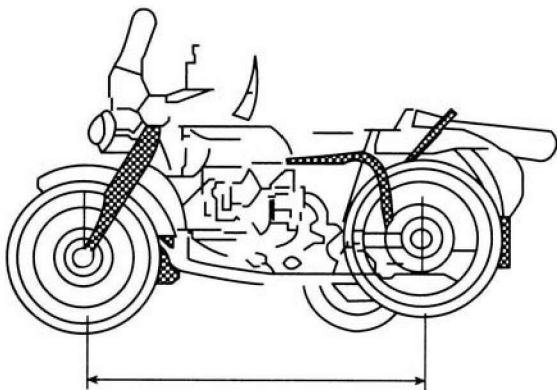

图 1-7 摩托车的轴距
(5) 轴距: 分别通过前、后或边轮中心且平行于  $x$  面的两平面间的距离, 如图 1-7 所示, 单位为  $\text{mm}$ 。